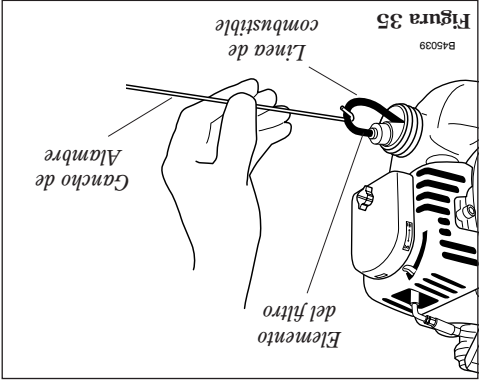

Figura 35
- Use un gancho de alambre para extraer el filtro de combustible de dentro del tanque de combustible. Consulte la figura 35.